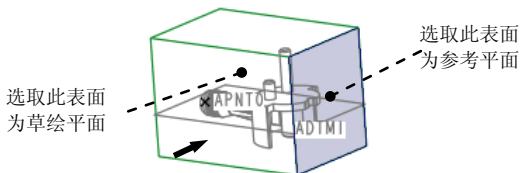

图 10.31 定义草绘平面
(1) 选择命令。单击 **编辑模具体积块** 功能选项卡 **形状** 区域中的 **拉伸** 按钮，此时系统弹出“拉伸”操控板。
(2) 定义草绘截面放置属性。在图形区右击，从系统弹出的菜单中选择 **定义内部草绘...** 命令；在系统 **选择一个平面或曲面以定义草绘平面** 的提示下，选取图 10.31 所示的坯料表面为草绘平面，接受默认的箭头方向为草绘视图方向，然后选取图 10.31 所示的坯料侧面为参考平面，方向为 **右**。然后单击 **草绘** 按钮。